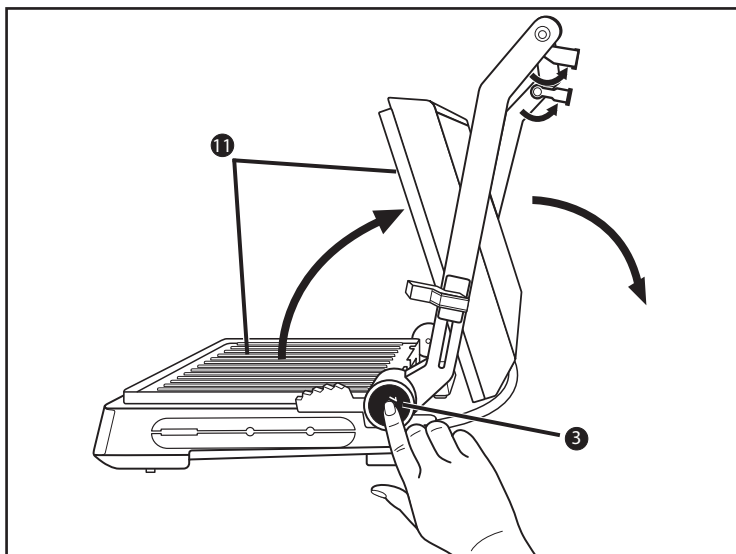

Bild 1
- 1) Fäll ut de båda stödfötterna ❶ (bild 1).
- 2) Tryck på upplåsningsskruven 180° ❸ (bild 1) och öppna locket så att båda värmeplattorna ❶ kan användas som bordsgrill.